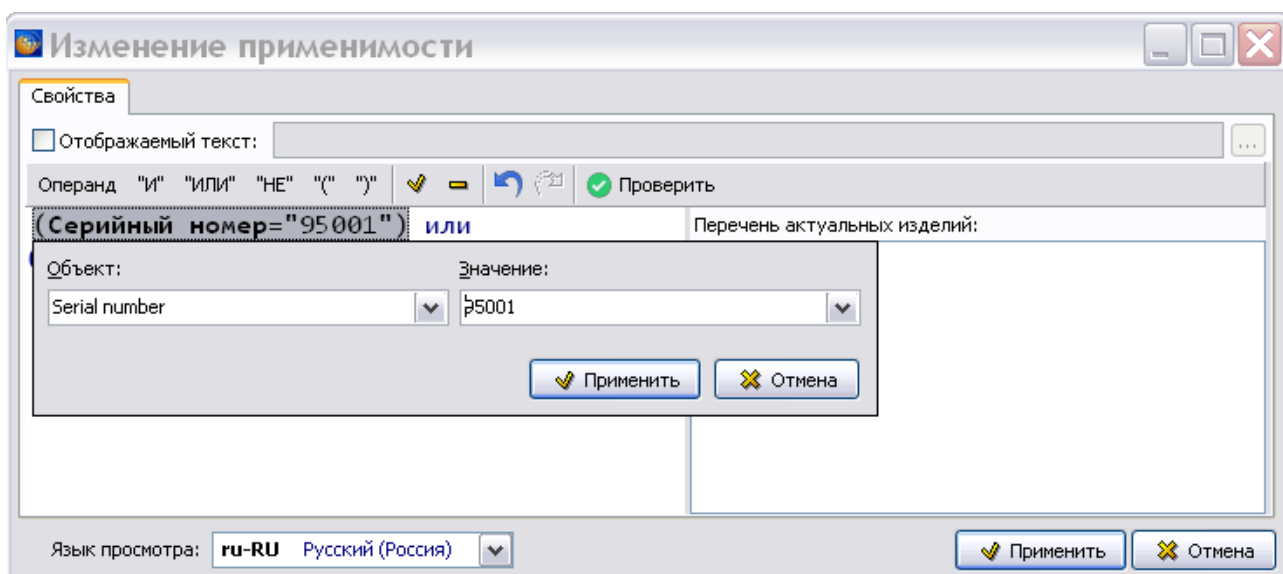

Рис. 21.175
5. Выделите операнд «95001» и нажмите на кнопку **Изменить (F2)**  или в контекстном меню выберите команду **Изменить**. После этого откроется дополнительное диалоговое окно (Рис. 21.175).